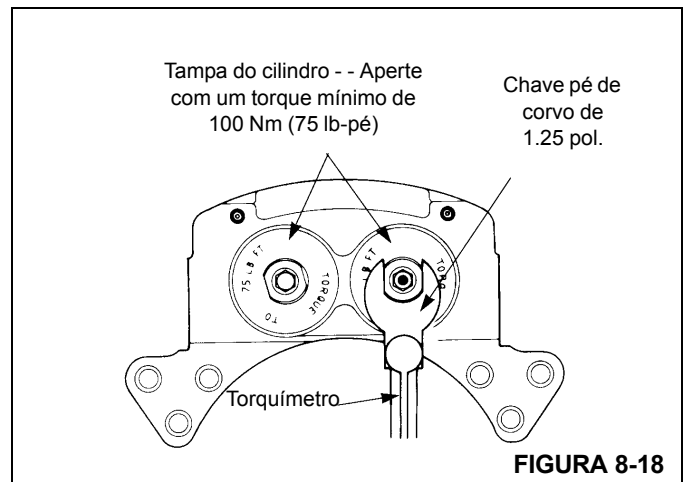

FIGURA 8-18
2. Instale um novo anel de vedação (O-ring) e um novo anel de encosto no canal no meio do furo. O anel de vedação é instalado voltado para a extremidade externa do furo. O anel de encosto é instalado voltado para o lado do revestimento do furo. Consulte (Figura 8-18).
6. Instale as tampas do cilindro na carcaça do cáliper. Aperte as tampas do cilindro com um torque mínimo de 102 Nm (75 lb-pé) como mostrado na (Figura 8-18).